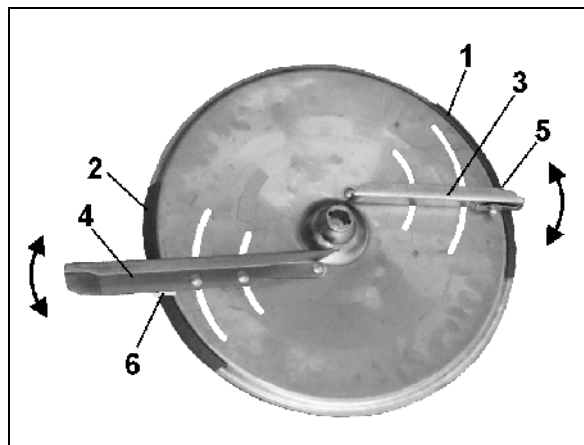

Fig. 61
Zur exakten, werkzeuglosen Einstellung der einzelnen Streuschaufelstellungen sind auf jeder Streuscheibe zwei unterschiedliche, unverwechselbare Skalen (Fig. 61/1 und Fig. 61/2) angeordnet.
- Der kürzeren Streuschaufel (Fig. 61/3) ist die Skala (Fig. 61/1) mit den Werten von 5 bis 28 und der längeren Streuschaufel (Fig. 61/4) die Skala (Fig. 61/2) mit den Werten von 35 bis 55 zugeordnet.
- o Für die kurze Streuschaufel (Fig. 61/3) den Einstellwert an der Ablesekante (Fig. 61/5) ablesen.
- o Für die lange Streuschaufel (Fig. 61/4) den Einstellwert an der Ablesekante (Fig. 61/6) ablesen.
- Das Verschwenken der Streuschaufeln auf einen höheren Zahlenwert der Skala (Fig. 61/1 bzw. Fig. 61/2) bewirkt eine Vergrößerung der Arbeitsbreite.